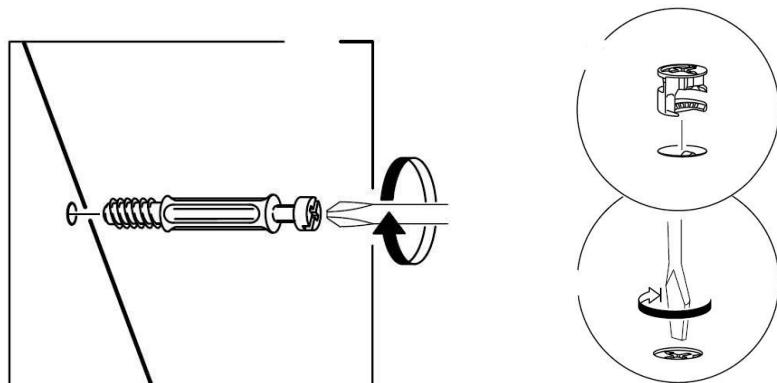

Рис. 1
1. В боковые стенки (40), (41), перегородку (42), горизонтальные щиты (45), (46), задние стенки (47), (48), (49), (50) в имеющиеся отверстия установить эксцентрики Rastex 15\22, таким образом, чтобы стрелка была повернута в сторону отверстия в торце.
2. В установленные муфты эксцентриковых стяжек на боковых стенках (40), (41), перегородке (42), крышке (43) ввернуть дюбели DU644, в соседние отверстия установить шканты (рис.1 и схема сборки).
3. На нижний щит (44) установить опоры шурупами 3,5x13мм.